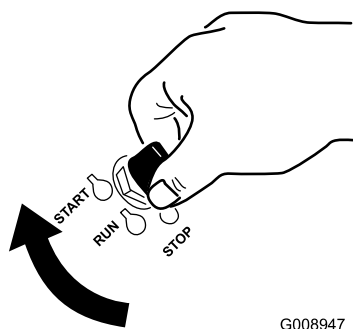

Figure 18
1. Tournez la clé de contact à la position de démarrage (Start) (Figure 18). Relâchez la clé quand le moteur démarre.
6. Tournez la clé de contact à la position de démarrage (Start) (Figure 18). Relâchez la clé quand le moteur démarre.